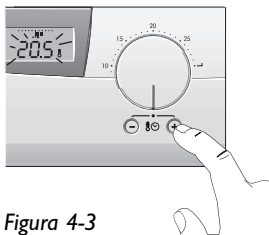

Figura 4-3
- Aumente la temperatura, pulsando + (0,5 ° C por cada intervalo, véase figura 4-3).